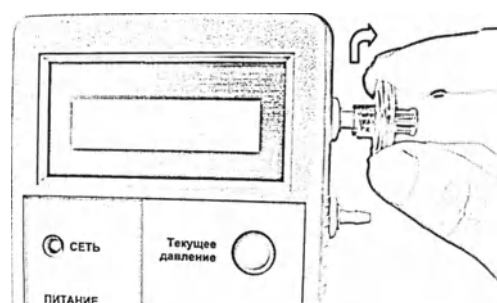

Рис. 5-3.
- 2) Удалить защитные колпачки павильона и канюли бактериального фильтра. С легким поворотом плотно подключить фильтр к прибору (см. рис. 5-3).